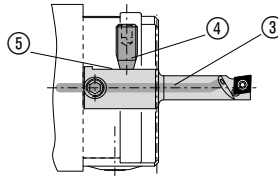

Bild 2
**Allgemeine Hinweise zur Befestigung von Klemmhaltern, Kerbzahnkörpern und Kerbzahnschiene (Bild 2, 3, 4, 5)**
### Klemmhalter (Bild 2)